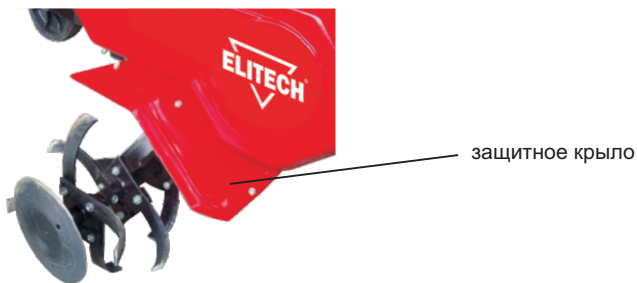

Рис. 5
2. Используя поставляемые в комплекте болты и гайки, установите защитные крылья (Рис. 5).